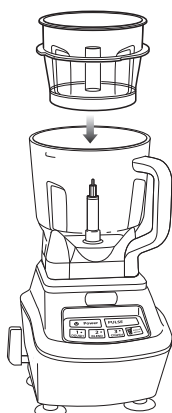

Fig. 3
- 4 En tenant l'arbre de la lame du mini-bol de préparation, insérez celle-ci dans la tige centrale du mini-bol. (Fig. 3)